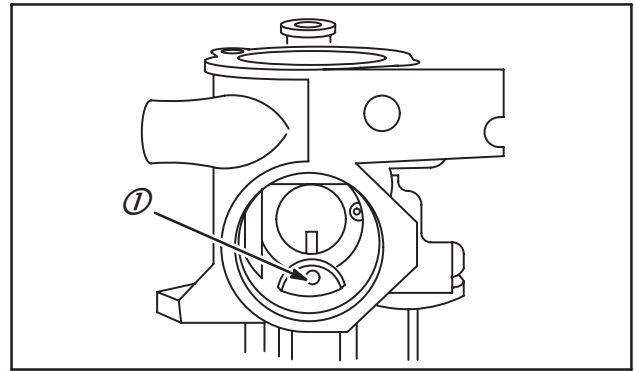

Fig. 75
NOTE : Si le moteur doit fonctionner à haute altitude, ses performances peuvent diminuer. Dans ce cas, déposer le gicleur d'air (1), Fig. 75.
2. Avec un taraud de 3-48 UNC, tarauder le gicleur d'air, Fig. 75.